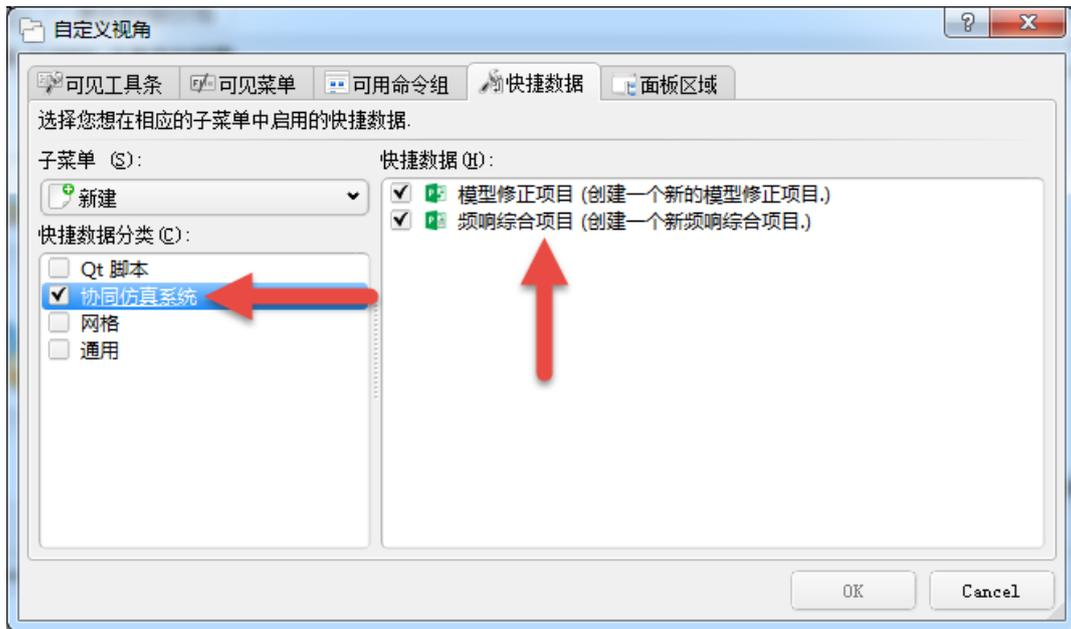

图 1.1 自定义视角界面
(2) SiPESC 平台界面调整。首先需要调出 SiPESC 平台的模型修正功能的快捷按钮。点击菜单栏“窗口→自定义视角”，弹出自定义视角的界面，如图 1.1 所示。点击上部菜单栏的“快捷数据”，在界面左侧“子菜单”的下拉菜单选择“新建”，在下面的选择区域勾选“协同仿真系统”，然
为了查看模型修正过程中的变量、目标函数以及约束的变化，还需要调出“优化历史”界面。点击菜单栏“窗口→自定义视角”，弹出自定义视角的界面，如图 1.1 所示。点击上部菜单栏的“快捷数据”，在界面左侧“子菜单”的下拉菜单选择“显示视图”，在下面的选择区域勾选“模型修正”，然后点击界面右下角的“确定”，自定义视角界面关闭。点击“窗口→显示视图→优化历史”，在 SiPESC 平台界面的右下角就出现了“优化历史”界面，可以左键点击“优化历史”界面的标题栏不松，拖动该界面的位置，和旁边的“问题”界面重合，再通过界面下方的按钮来回切换。